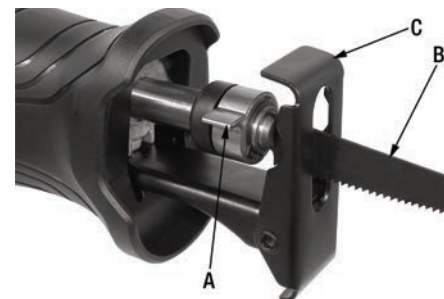

FIGURE 4
INSTALLATION D'UNE LAME (Fig.4)
1. Pour installer une lame dans le "système de changement de lame sans outil" (serre-lame à ressort), positionnez la scie tel qu'illustré à la Fig.4. Ensuite tournez le serre-lame à ressort (A) Fig.4 dans le sens anti-horaire et tenez-le dans cette position.
- 2) Insérez la lame (B) à travers la semelle ajustable (C) et ensuite dans le serre-lame (A).